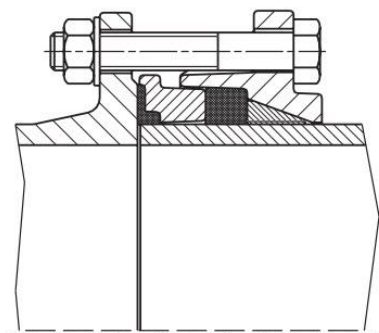

Abb. 4
4. Ultimare il raccordo flangiato (Fig. 4)